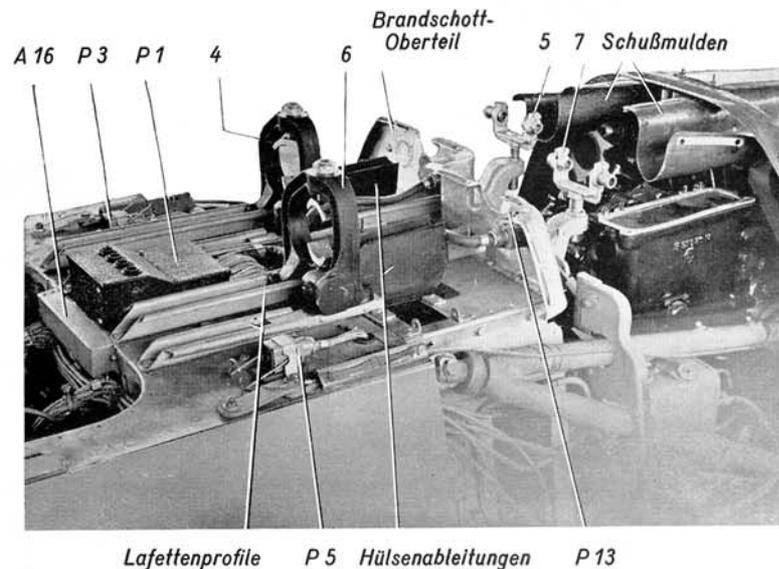

Abb. 52: Lafette mit Lagerungen.
gehörende Brandschott-Oberteil (untere Hälfte) an der Lafette gemäß Abb. 52 an-
**h) Einbauen der vorderen und hinteren Lagerungen** (s. Abb. 52): Die Lagerungen sind in den im Abschn. A II/1 b beschriebenen Zustand zu verbringen, also: